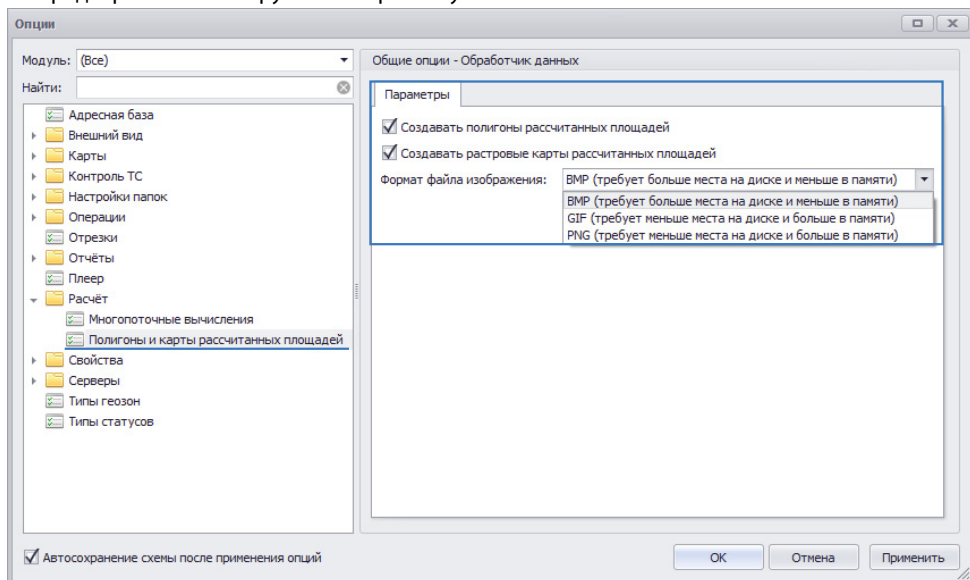

Рис.34. Включение чек боксов Селектора геозон.
- Обработанные участки выделяются а треке синим цветом (**Рис.34, п.1**).